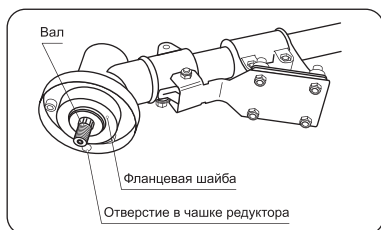

рис. 2
7. Установите планку защитного кожуха, зафиксировав ее на редукторе с помощью винта (см. рис. 2). Установите защитный кожух и зафиксируйте его четырьмя винтами.